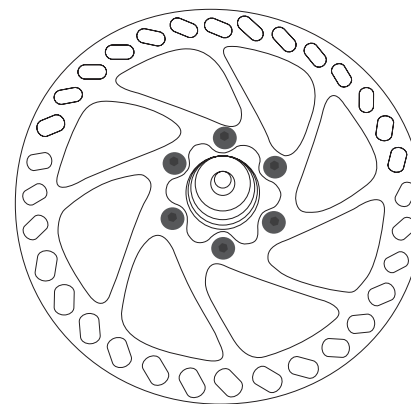
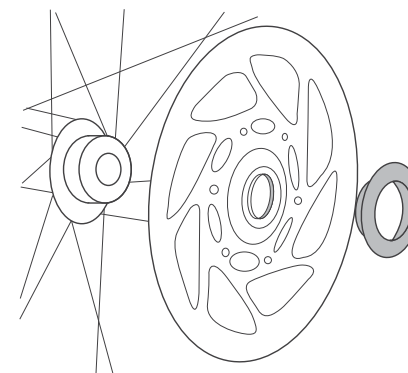

Figura 3. Bulloni disco
Figura 4. Dado CenterLock
Per le ruote con freni a disco, assicurarsi che l'attacco del disco del freno (Figura 3 o Figura 4) sia ben avvitato:
- Serrare i bulloni del disco (Figura 3) fino a 5-6,2Nm.
- Serrare il dado CenterLock (Figura 4) fino a 40,2Nm.